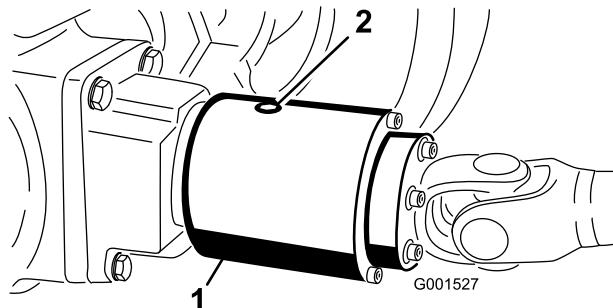

Figura 29
2. Rode a embraiagem (Figura 29) de modo a que o tampão de verificação (mostrado na posição das 12 horas) fique na posição das 4 horas.